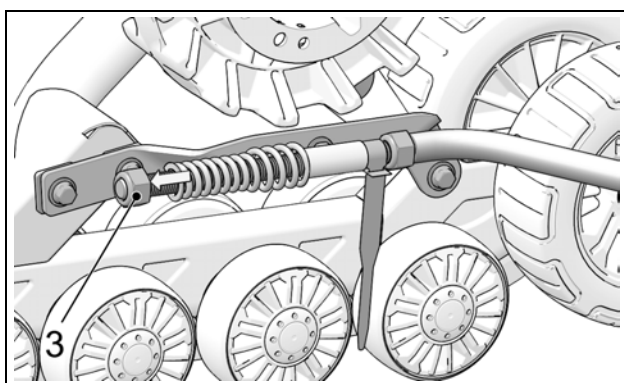

Figure 12
- Desserrer l'écrou (3) comprimant le ressort du bras stabilisateur. Voir la Figure 12.